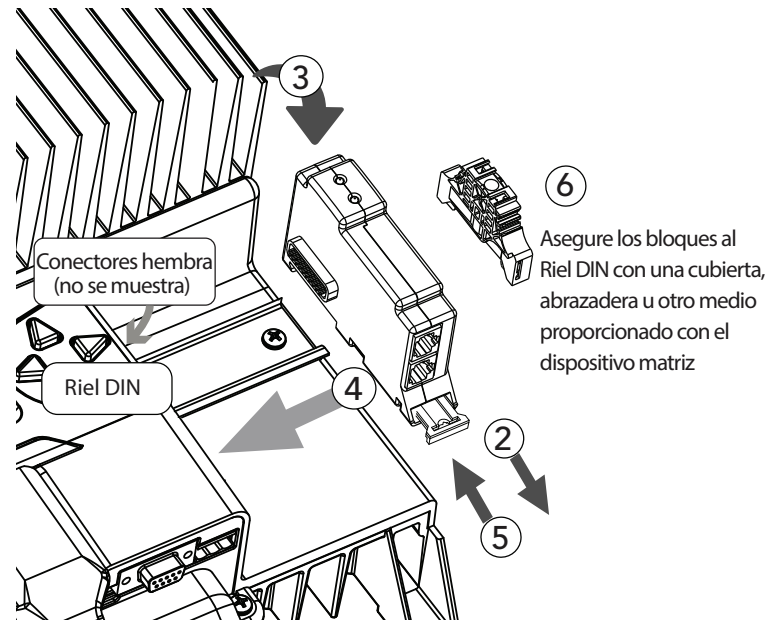

Abbildung 3-1. Montage des BMS-Blocks am Host-Gerät
Morningstar Ready Blocks (ReadyShunt, ReadyRelay, ReadyBMS) sind auf DIN-Schienen montiert und haben modulare 20-polige Anschlüsse auf jeder Seite des Blocks. Der Stecker auf der linken Seite wird mit der Steuereinheit des Host-Geräts verbunden, während die Buchse auf der rechten Seite mit einem anderen ReadyBlock verbunden werden kann (Daisy-Chain-Konfiguration – siehe Abbildung 3-1 unten). Jeder ReadyBlock nimmt eine von (3) Positionen auf der GenStar-DIN-Schiene ein – die äußerste linke Position ist Position 1.
(see Abb. 3-1 unten):